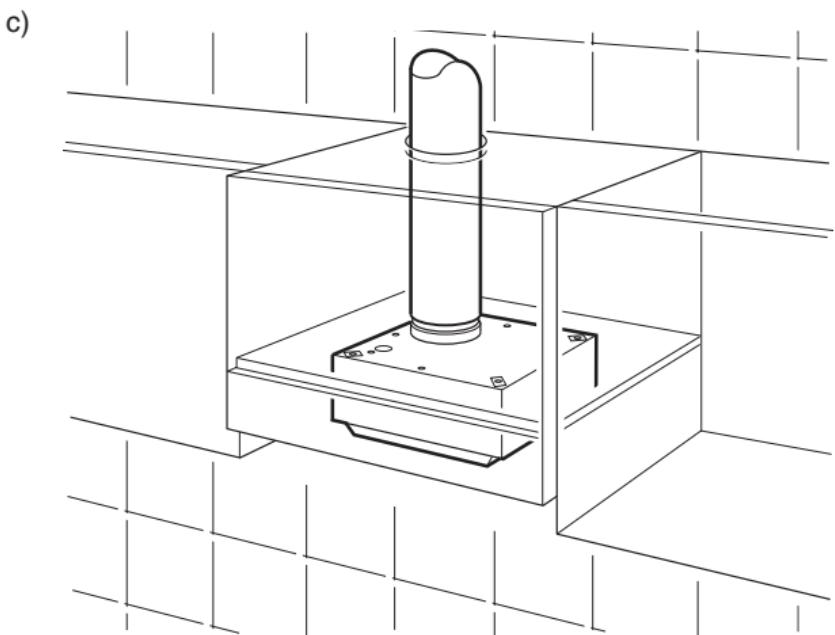

Fig. 3
- 1) Svitare il pomolo (C) e togliere il filtro (A) (Fig. 3).